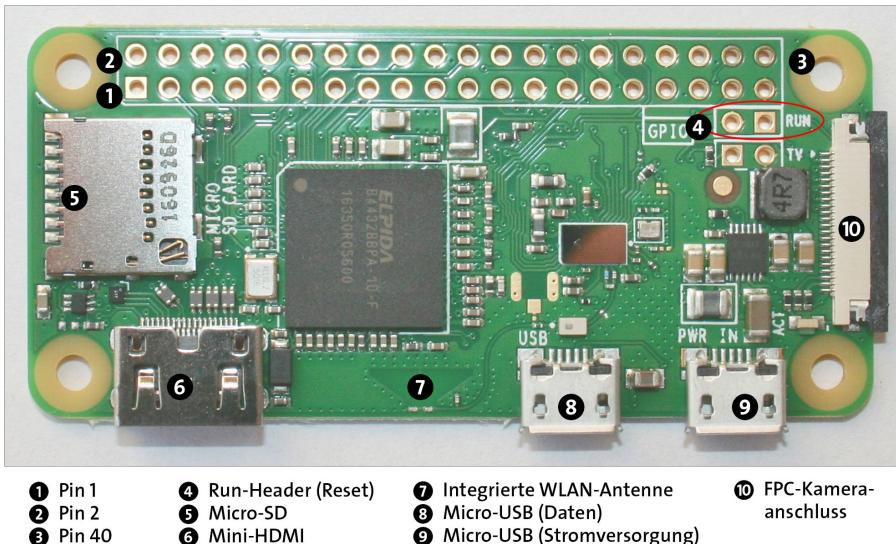

Abbildung 1.2 Der Raspberry Pi Zero W
- ▶ **Raspberry Pi Zero W und Zero WH:** Die seit Februar 2017 lieferbare Zero-W-Variante des Raspberry Pi wurde auf das absolute Minimum geschrumpft (siehe Abbildung 1.2): Anstelle einer normalen HDMI-Buchse gibt es deren Mini-Variante. Es gibt zwei Micro-USB-Buchsen: eine für die Stromversorgung und eine zur Datenübertragung. Weitere USB-Buchsen wurden ebenso eliminiert wie die Ethernet-Buchse und der analoge Audio-Ausgang. Dank eines Chips mit WLAN- und Bluetooth-Funktionen sind die Zero-Modelle W und WH aber netzwerkfähig. Beim Modell W wurde die GPIO-Steckerleiste durch 40 Lötpunkte ersetzt. Die im Februar 2018 vorgestellte Variante Zero WH hat exakt dieselben Daten wie das W-Modell, allerdings ist wie beim Raspberry Pi 3B+ eine Steckerleiste aufgelötet.